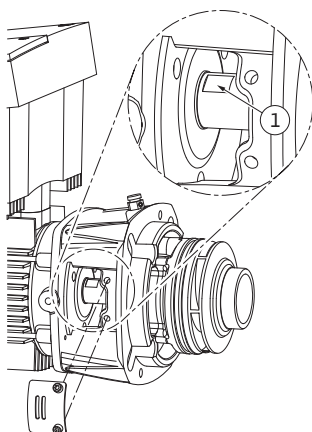

Fig. 51: Площини гайкового ключа на валу
15. Розсувний гайковий ключ (оптимальний розмір 22 мм) завести у віконце ліхтаря і сперти вал на поверхню ключа (Fig. 51, п. 1). Викрутити гайку робочого колеса (Fig. 7, п. 15). Робоче колесо (Fig. 7, п. 16) автоматично витягається разом з валом.
24. Монтуючи робоче колесо, розсувний гайковий ключ (оптимальний розмір 22 мм) завести у віконце ліхтаря і сперти вал на поверхню ключа (Fig. 51, п. 1).